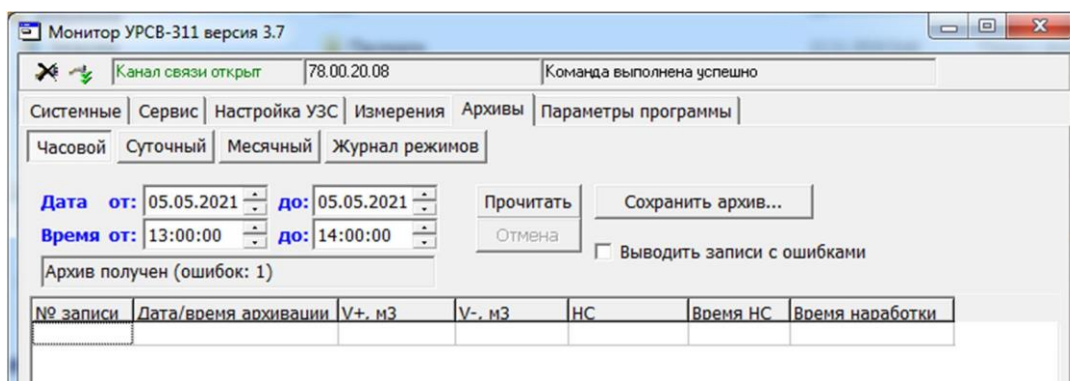

Рис.13. Вид вкладки «Архивы».
4.1.5. Для считывания архивных данных необходимо перейти на вкладку **Архивы** (рис.13), выбрать вид архива (**Часовой**, **Суточный** или **Месячный**), установить требуемый интервал в полях **Дата** и **Время** и нажать кнопку **<Прочитать>**.